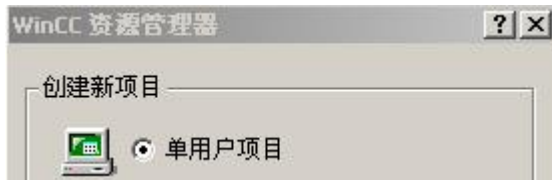

图 3.1 WinCC 项目管理器
(1)运行 WinCC 程序，选择主菜单：文件→新建，弹出对话框，选择单用户项目，点击“确定”。如图 3.1 所示。